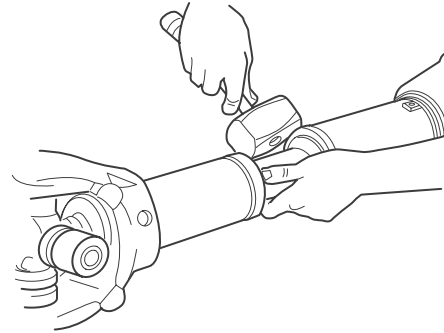
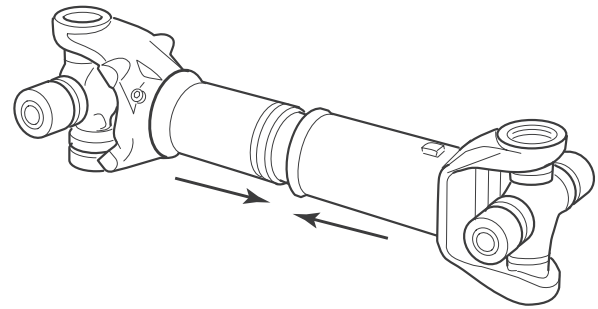

Figura 8.25
Figura 8.26
8. Use un martillo de bronce o de cobre para poner el protector sobre el sello. Junte las secciones de la línea de transmisión. Figura 8.25 y Figura 8.26.